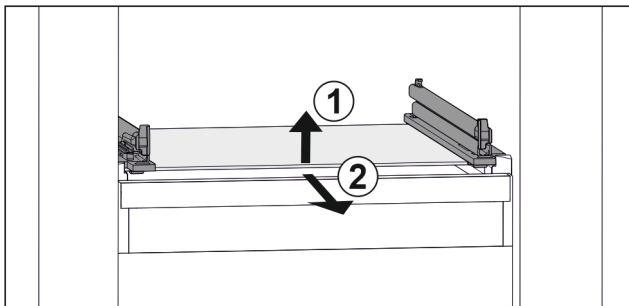

Fig. 28 Representación de la placa de vidrio a modo de ejemplo
- ▶ Levante la placa de vidrio por delante. Fig. 28 (1)
- ▶ Retire la placa de vidrio hacia delante. Fig. 28 (2)